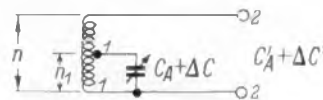
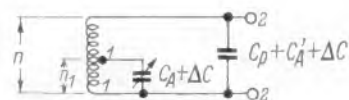

Bild 3. Transformation der Drehkondensatorwerte durch Anschluß an eine Spulenanzapfung
Bild 4. Bandspreizung durch Anschaltung des Drehkondensators an eine Spulenanzapfung
Bild 3 gibt die vollständige Schaltung des großen Vorsatzgerätes wieder. Man erkennt sechs jeweils auf Bandmitte abgestimmte KW-Eingangskreise. Sie werden durch die Tasten 1...3 bzw. 5...7 an das Steuergitter der Misch- und Oszillatorröhre ECH 42 gelegt. Die mittlere Taste 4 schaltet beim MW-Empfang die Antenne unmittelbar zum Empfänger durch.
In Bild 3 ist diese Taste gedrückt. Wird eine KW-Taste betätigt, dann gehen die Kontakte der Taste 4 nach unten. Die Antenne schaltet sich dadurch an die zu den Antennenkopplungsspulen führende Leitung. Die Ausgangsbuchse wird über 100 pF mit der Anode der Mischröhre verbunden, und die Anodenspannung der Röhre wird eingeschaltet. Die gedrückte KW-Taste legt außerdem Antennen-, Gitter- und Oszillatordspule an die Röhre.
In Bild 3 wird der Drehkondensator mit seinem Stator an eine Anzapfung der Kreisspule angeschlossen. Hierdurch wird der an den Klemmen 1,1 liegende Blindwiderstand des Drehkondensators von den Klemmen 2,2 aus gesehen auf einen höheren Wert herauftransformiert. Höherer Blindwiderstand des Drehkondensators an 2,2 bedeutet aber (bezogen auf gleiche Frequenz) eine kleinere Kapazität. Das heißt also, es ergibt sich von 2,2 (von der Spule aus) gesehen eine kleinere Kapazität, und zwar werden sowohl die Anfangskapazität als auch die Endkapazität des Drehkondensators im gleichen Verhältnis herabgesetzt.
Damit bleibt allerdings das Kapazitäts-Variationsverhältnis erhalten, C_A und ΔC werden im gleichen Verhältnis durch die Transformation verringert. Eine Bandspreizung tritt also zunächst bei Anwendung der Schaltung Bild 3 nicht ein. Diese kommt erst zustande, wenn an den Klemmen 2,2 der Schaltung Bild 3 eine Parallelkapazität auftritt oder hinzugeschaltet wird. Es ergibt sich die in Bild 4 gezeigte Schaltungsanordnung.
Bei Hinzuschalten einer Parallelkapazität C_p an 2,2 (Bild 4) zu $C_{A'}$ und $\Delta C'$ ergibt sich ein Kapazitäts-Variationsverhältnis $V_{C'}$ von:
Ein Drehkondensator mit einer Variation von 10...100 pF ($\Delta C = 90$ pF) ist bei $1/3$ der Windungszahl der Kreisspule ($\ddot{u} = 3$) angeschlossen. Gemäß Bild 4 ist ein Trimmer mit einer mittleren Kapazität von 15 pF an 2,2 (Enden der Spule) angeschlossen. Welches Frequenz-Variationsverhältnis ergibt sich mit dieser Schaltung?
Aus der Formel (6) errechnet sich die erforderliche Parallelkapazität an 2,2 (siehe Bild 4) zu
Dieser Fall wird der in der Praxis am meisten auftretende sein. Es gilt wieder die Anordnung Bild 4.